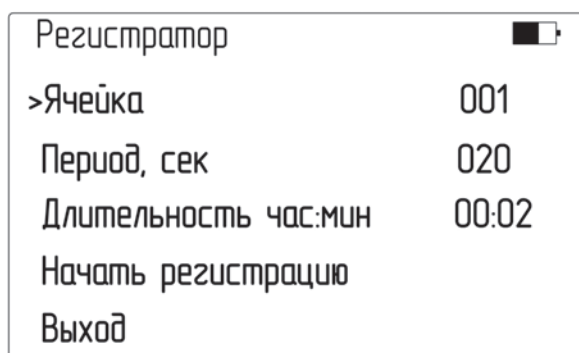

Рисунок 2.18 – Меню регистратора
2.4.2 Для входа в режим регистратора необходимо нажать и удерживать кнопку . Прибор перейдет в меню регистратора (см. рисунок 2.18), где возможно: